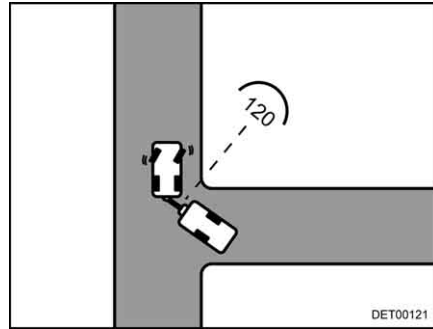

Bild 15 Anfahrt
- Sobald beide Fahrzeuge in einem Winkel von ca. 120° zueinander stehen, anhalten (Bild 15).